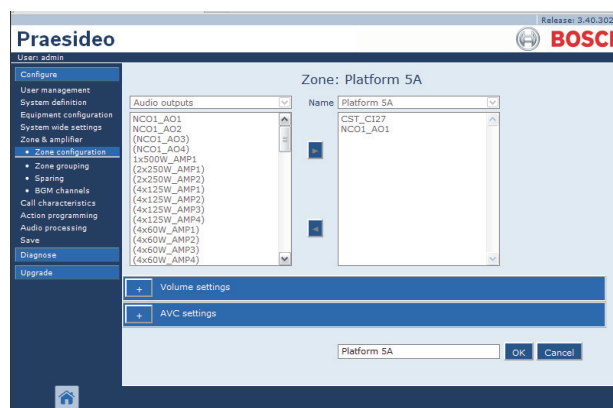

figure 46.8: Renommer une zone, étape 3
- 3 Cliquez sur le bouton *Rename* pour renommer la zone. Un écran semblable à celui illustré à la figure 46.8 s'affiche.